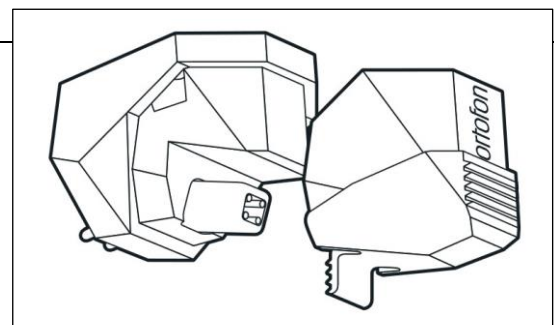

Abb. 3
1. Die Abtastnadel nach schräg vorne abziehen. (Abb. 3)